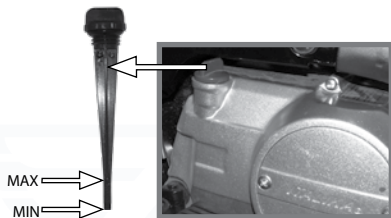

Imagen 16. Tapón-bayoneta del cárter.
2. Localizar el tapón-bayoneta del cárter en la parte inferior derecha de la italika **AX110**. Ver imagen 16.